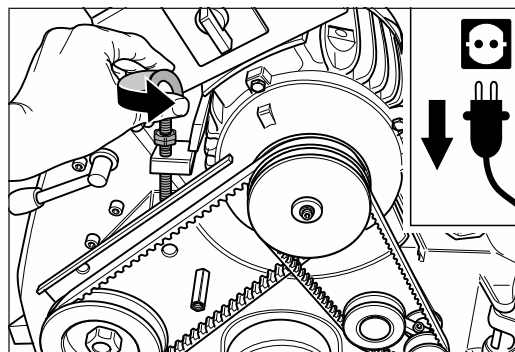

Abb. 65 Die Spannschraube gegen den Uhrzeigersinn drehen. Dadurch werden die Keilriemen entspannt.
- 5 Drehen Sie die Spannschraube am Motor gegen den Uhrzeigersinn (Abb. 65). Dadurch werden die Keilriemen entspannt.